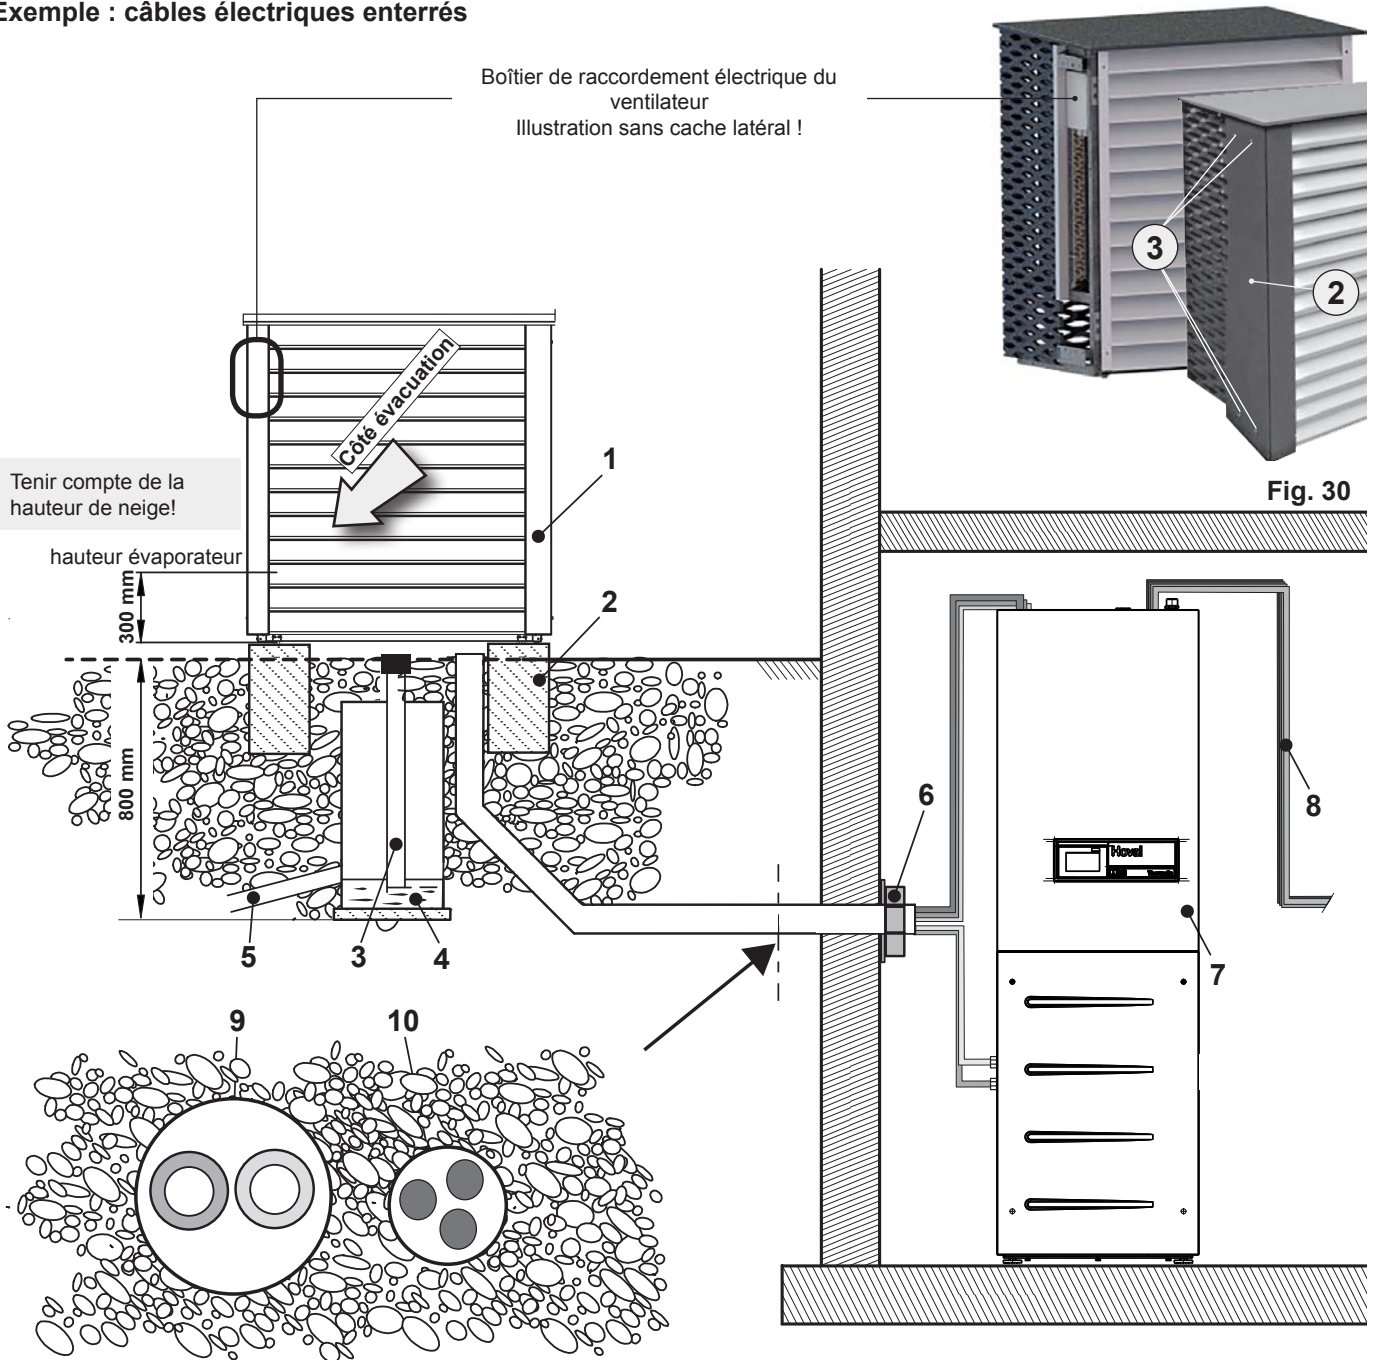

Fig. 29
Pour le raccordement électrique de l'appareil extérieur (1, Fig. 29), le cache latéral gauche vu de devant (2, Fig. 30) doit être démonté, retirez ce faisant les vis de fixation (3). Le raccordement électrique est amené au boîtier de raccordement du ventilateur par le dessous. Raccordement selon le schéma de circuit électrique fourni.